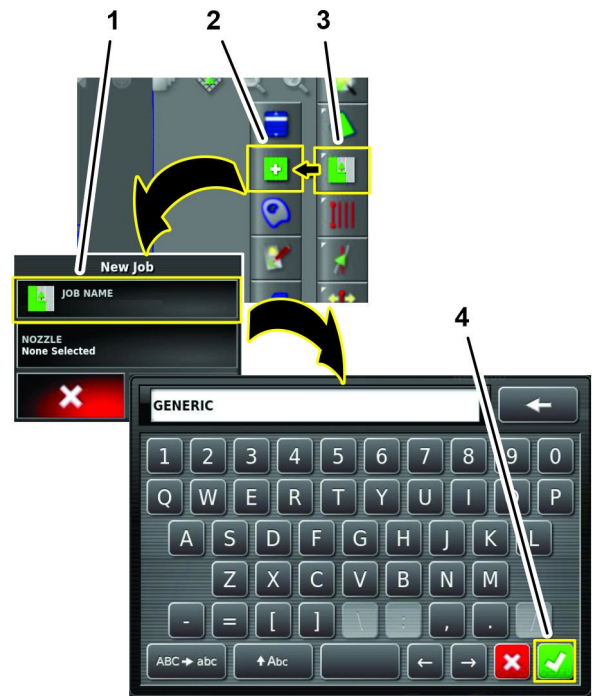

Figura 118
2. Utilice el teclado en pantalla para escribir un nombre para el trabajo genérico, y pulse el icono Confirmar (Figura 118).
1. Pulse el menú Trabajos y pulse el icono CREAR NUEVO TRABAJO (Figura 118).